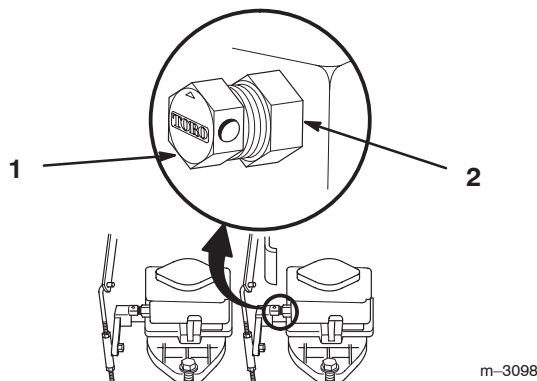

Bild 13
2. Lockern Sie die Klemmmuttern und öffnen Sie das Sicherheitsventil um fünf Umdrehungen, um die Maschine zu schieben. So kann Hydrauliköl an der Pumpe vorbei direkt zu den Rädern fließen, die sich daraufhin drehen können (Bild 13).